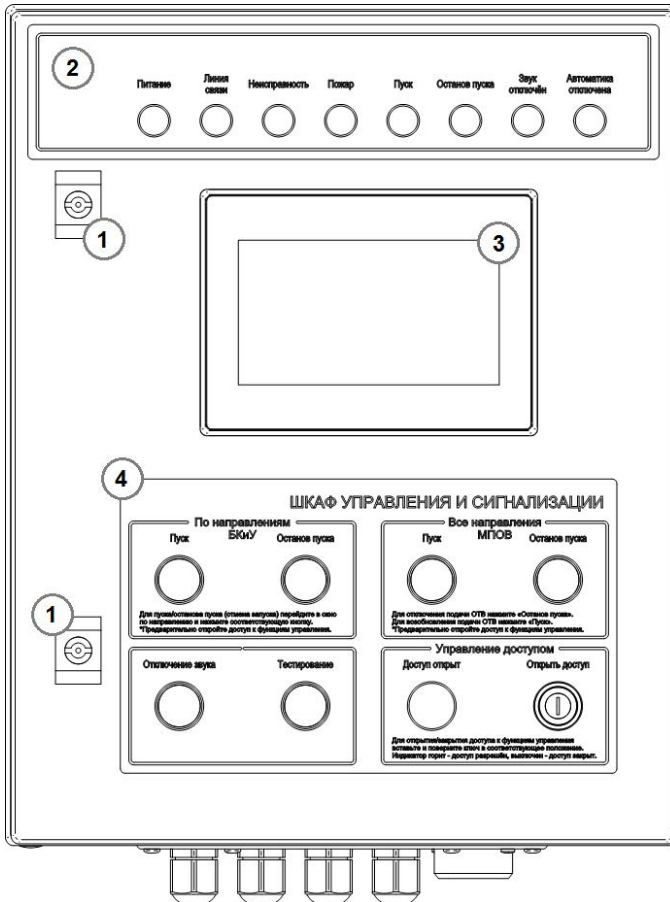

Рисунок 3 – Расположение элементов индикации и управления
5.6 Элементы управления, индикации и операторская панель расположены на лицевой стороне дверцы шкафа (рисунок 3).